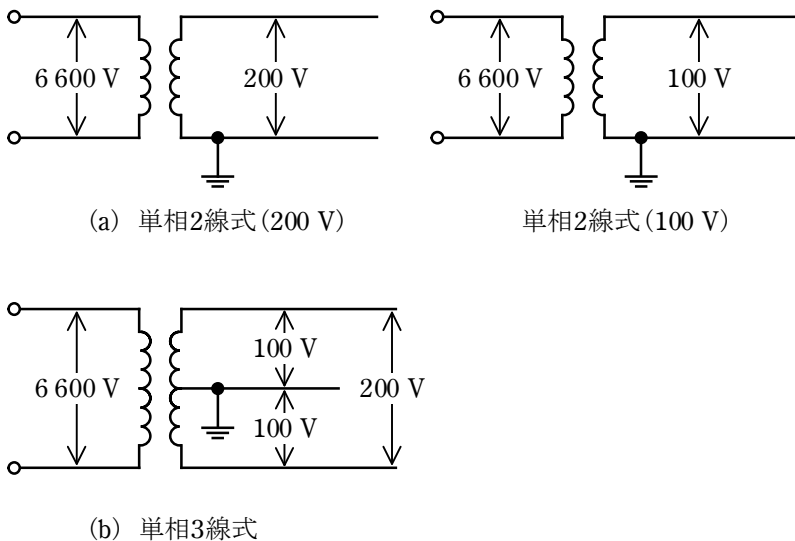

図 1 低圧電気方式(単相式)
(1) 単相 2 線式(200 V と 100 V)と単相 3 線式を図 1 に示す。単相 3 線式では、図 1 に示すように電源の単相変圧器の中性点から中性線を引き出し、両外側の電圧線とともに 3 線で負荷に電力供給を行う。以下の特徴を持つ。